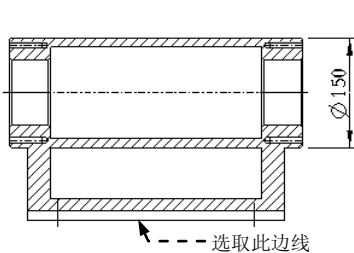
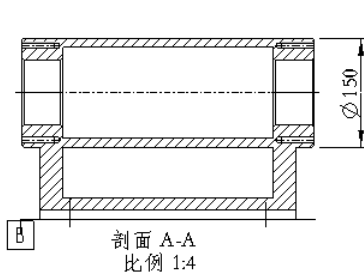

图 5.9.44 选取视图轮廓线
图 5.9.45 创建基准面符号
- (1) 选择 **注释**  **插入**  **模型基准平面**  **模型基准平面** 命令。
- (2) 在系统弹出“基准”对话框的 **名称** 文本框中输入基准名 B。
- (3) 单击对话框中的 **定义** 区域的 **在表面上...** 按钮, 然后选取图 5.9.44 所示的视图轮廓边线 (即模型下底面的投影)。
- (4) 在“基准”对话框的 **类型** 区域中单击  按钮, 此时在主视图和右视图中均显示出基准符号, 其他参数采用系统默认值。
- (5) 在“基准”对话框中单击 **确定** 按钮, 结果如图 5.9.45 所示。